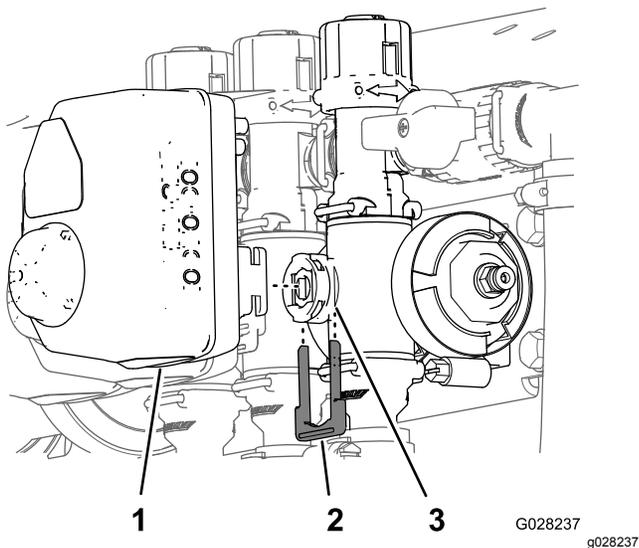

Рисунок 97
3. Снимите держатель, который крепит привод к коллекторному клапану регулирования расхода, клапану перемешивания, главному клапану стрелы или клапану секции стрелы (Рисунок 97).